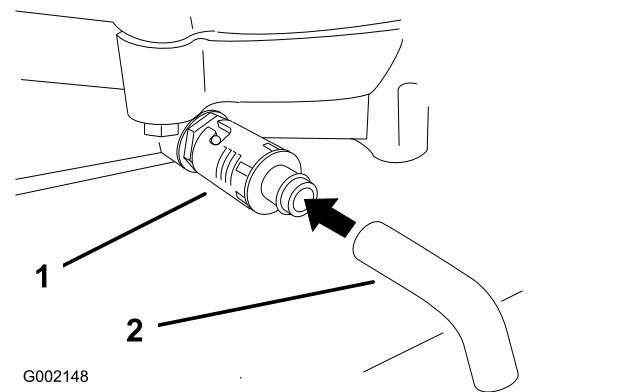

Figura 21
4. Coloque um recipiente debaixo do orifício de escoamento de óleo. Rode a válvula de drenagem de óleo para deixar o óleo drenar (Figura 21).